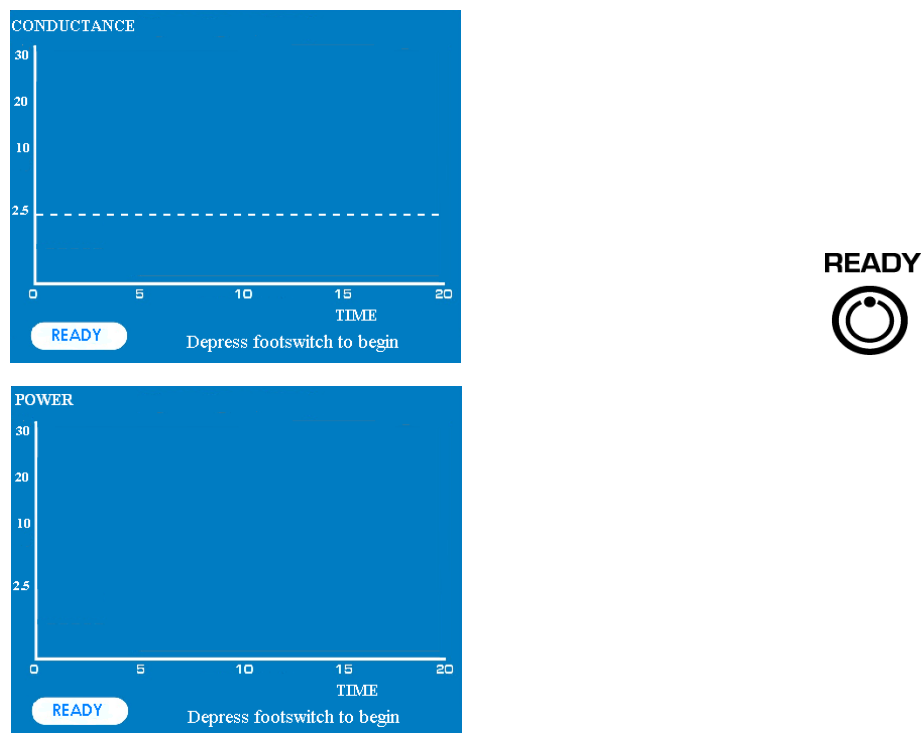

図 10 READYモードを示すディスプレイ
3.5.の記載に従って、ハンドピースとフットスイッチをスイッチマトリックス (ASB3) に接続し、セレクトスイッチを使用するハンドスイッチの位置に合わせます。ディスプレイで READY モードになっていることを確認します。(図 10 参照)